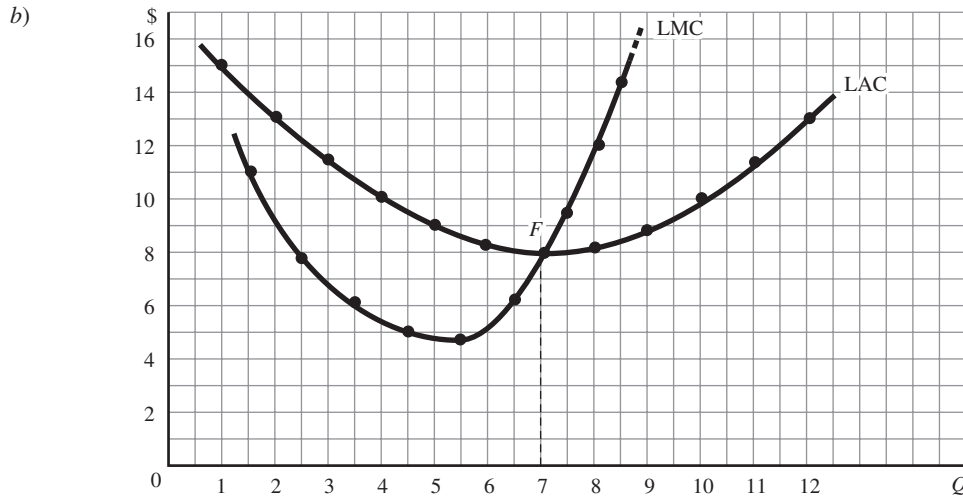
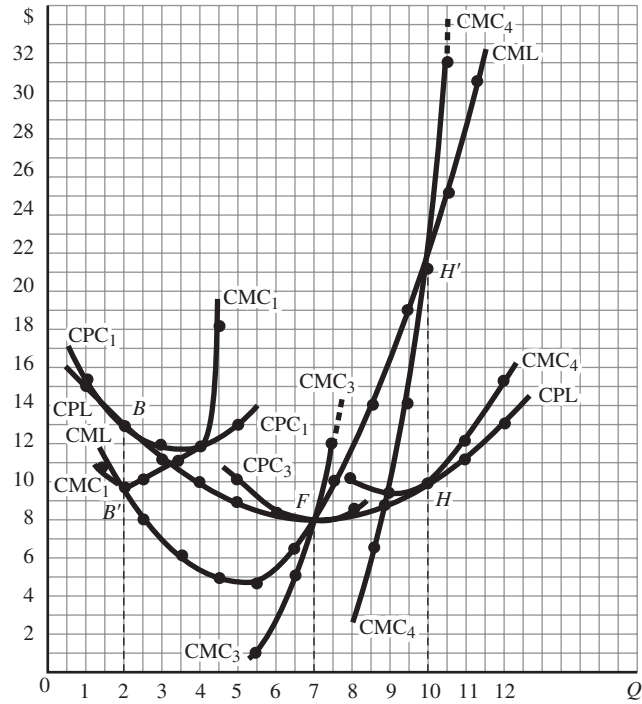
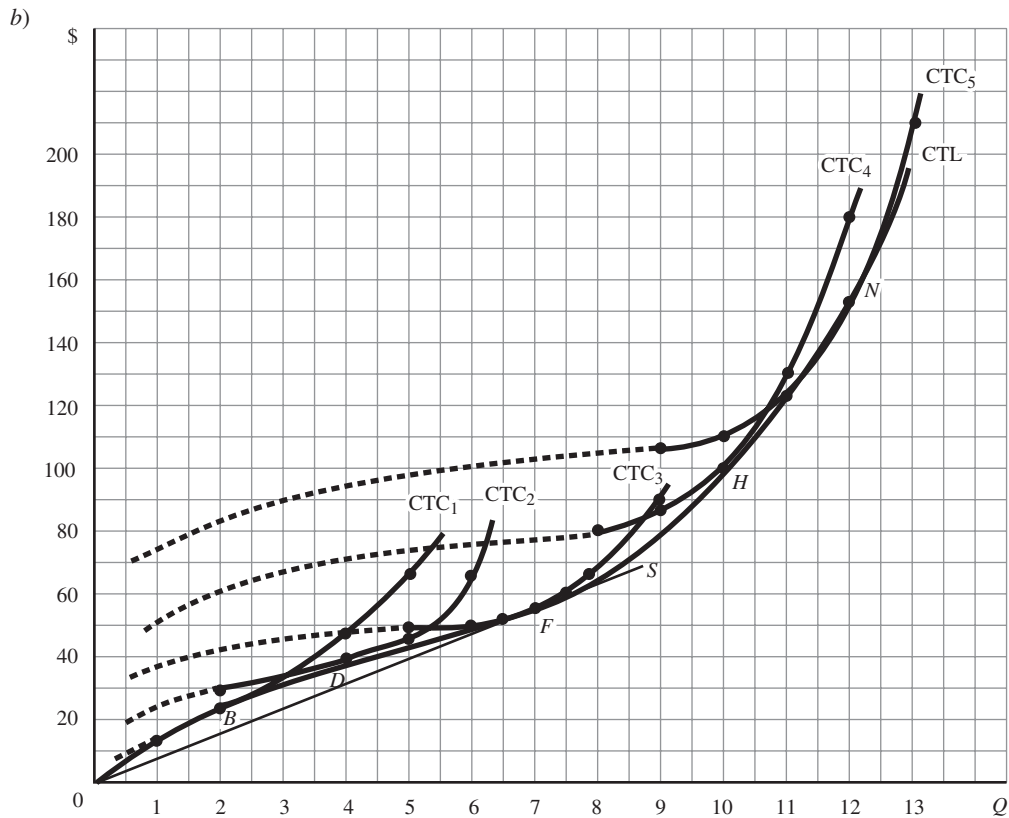

Figura 7-15
Figura 7-16
Figura 7-17
b) Vea la figura 7-16.
- c) En el corto o en el largo plazo, la curva CM está por abajo de la CP correspondiente cuando ésta descende; CM es igual a CP cuando éste llega al punto mínimo; y la curva CM está por arriba de la CP cuando ésta asciende. En el nivel de producción donde CPC es igual a CPL (es decir, donde la curva CPC es tangente a la CPL), CMC es igual a CML. Cuando la curva CPL está descendiendo, el punto donde CMC es igual a CML (por ejemplo, B' en la figura 7-16), está
- a) El CPL está determinado por la pendiente de una línea que va del origen a los diversos puntos de la curva CTL. Esta pendiente declina hasta *F* (figura 7-17) y asciende a partir de ahí. Por tanto, la curva CPL en la figura 7-15 desciende hasta *F* y después asciende. Por otra parte, el CML para cualquier nivel de producción lo determina la pendiente de la curva CTL en ese nivel. La pendiente de la curva CTL en la figura 7-17 baja en forma continua hasta la producción de cinco unidades (punto de inflexión), y a partir de ahí sube. Así, la curva CML en la figura 7-15 tiene exactamente el mismo comportamiento. Por último, la pendiente de la curva CTL (es decir, el CML) es menor que la pendiente de una línea que va del origen hasta dicha curva (es decir, el CPL), hasta el punto *F* (vea la figura 7-17). Por consiguiente, el CML es menor que o está por abajo del CPL. En *F*, las dos pendientes son iguales y el CML es igual al CPL. Más allá
7.19 Con base en la figura 7-17, *a)* explique la relación entre la curva CPC_1 y la CPL en la figura 7-16, y *b)* explique la relación entre las curvas CMC_1 y CML.
- a)* Para producciones menores o mayores a dos unidades, la pendiente de un rayo desde el origen hasta la curva CTC_1 (es decir, CPC) excede a la pendiente de un rayo del origen a la CTL (es decir, CPL) al mismo nivel de producción (vea la figura 7-17). Así, la curva CPC_1 está por arriba de la CPL correspondiente para producciones menores y mayores a dos unidades (vea la figura 7-16). Para el nivel de producción de dos unidades, la pendiente de un rayo desde el origen hasta la curva CPC_1 es la misma que la de un rayo del origen a la curva CTL. Por consiguiente, para dos unidades de producción, $CPC = CPL$ y la curva CPC_1 es tangente a la CPL correspondiente. La relación entre las curvas CPC_3 , CPC_4 y la CPL de la figura 7-16 puede explicarse en forma exactamente igual, a partir de la relación entre las curvas CTC_3 , CTC_4 y la CTL correspondiente de la figura 7-17.
- b)* Para producciones inferiores a dos unidades, la pendiente de la curva CTC_1 (es decir, CMC) es menor que la de la curva CTL (o sea, CML) al mismo nivel de producción (vea la figura 7-17). Por consiguiente, la curva CMC_1 está por abajo de la curva CML correspondiente para producciones inferiores a dos unidades (figura 7-16). En producciones superiores a dos unidades ocurre exactamente lo contrario. Para el nivel de dos unidades, la curva CTC_1 es tangente a la CTL y, por ende, sus pendientes iguales. De esta manera, $CMC = CML$ y CML corta la curva CMC_1 en su punto más bajo en dos unidades de producción. La relación entre las curvas CMC_3 , CMC_4 y la CML correspondiente puede explicarse igual a partir de la relación entre las curvas CTC_3 , CTC_4 y la CTL correspondiente. Observe de nuevo que en el punto más bajo de la curva CPL, $CPL = CML = CPC = CMC$ (vea el punto F en la figura 7-16). Esto siempre es verdadero.